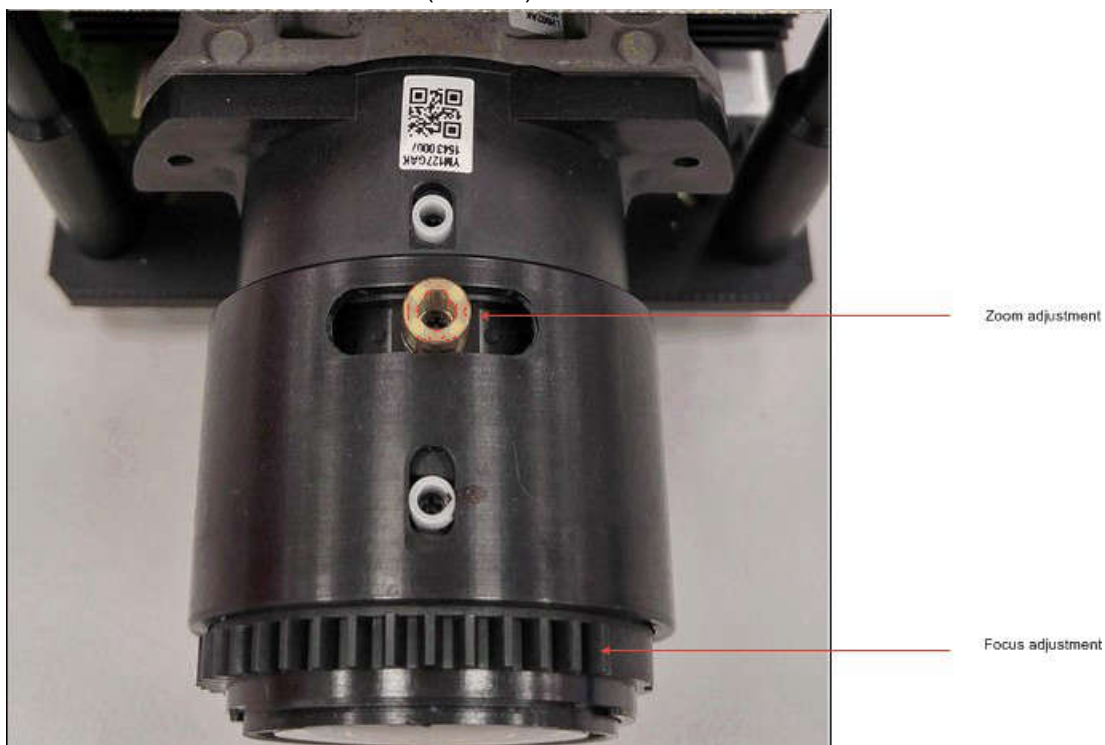

图 6-1. 具有焦点和缩放调节功能的光学模块
5. 可以在光学模块上调节图像的焦点和缩放 ( 图 6-1 ) 。